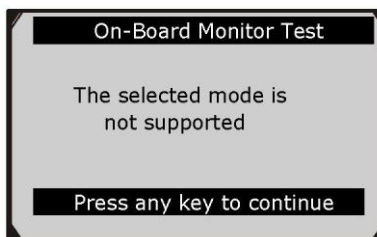

Рисунок 5-28
- Если диагностируемый автомобиль не поддерживает этот режим, на дисплее появится информационное сообщение. См. рисунок 5-28.